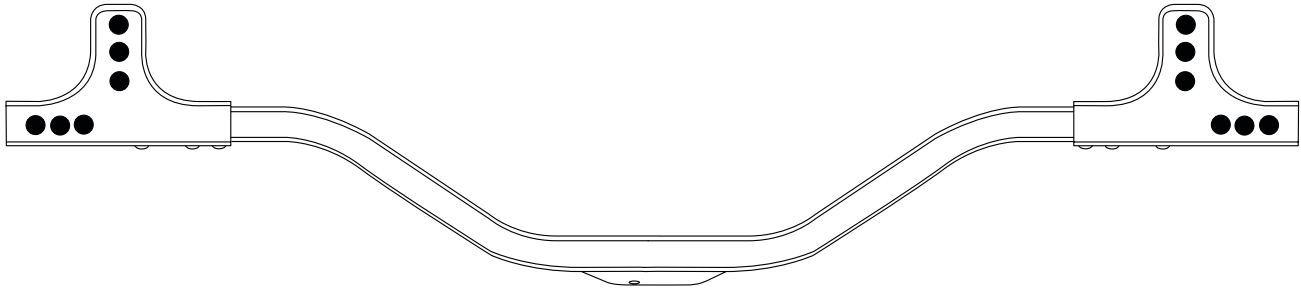

FIGURA 1
- (Consulte la Figura 1) para acceder a la vista frontal del soporte del radiador y sus seis (6) soldaduras de tapón MIG en cada lado.